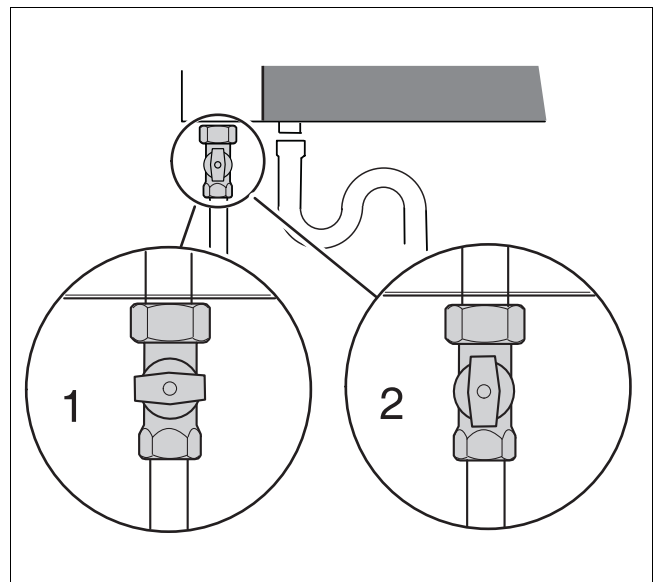

Fig. 48 Gaskraan
- Open de gaskraan langzaam, door deze een 1/4 omwenteling linksom te draaien (→ fig. 48, **pos. 2**).
- Sluit de gaskraan (fig. 48, **pos. 1**).
- Open de gaskraan langzaam, door deze een 1/4 omwenteling linksom te draaien (fig. 48, **pos. 2**).
- Wanneer er geen lucht meer ontsnapt, gaskraan sluiten (fig. 48, **pos. 1**).
- Draai de gaskraan langzaam open, door deze een 1/4 omwenteling linksom te draaien (fig. 48, **pos. 2**).
- Draai de gaskraan langzaam open, door deze een ¼ omwenteling linksom te draaien (fig. 48, **pos. 2**).